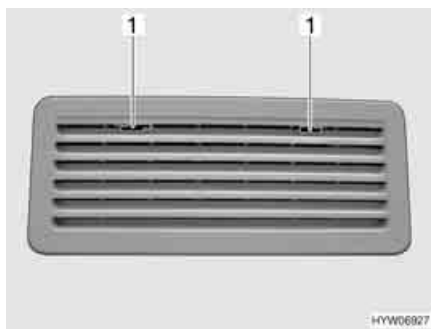

Fig. 192 Griglia di aerazione del frigorifero (Thetford)
- Spingere verso il centro l'arresto (Fig. 192,1).